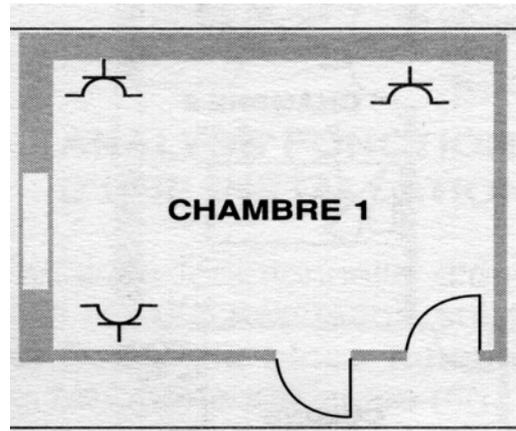

Figure 9.1 - Schéma architectural
a) Schéma architectural (voir figure 9.1)